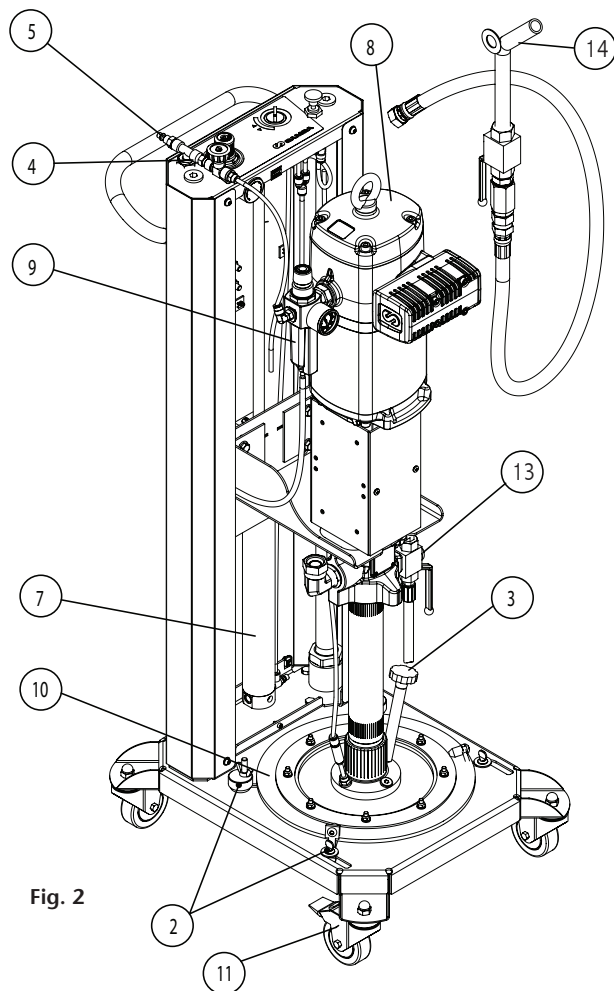
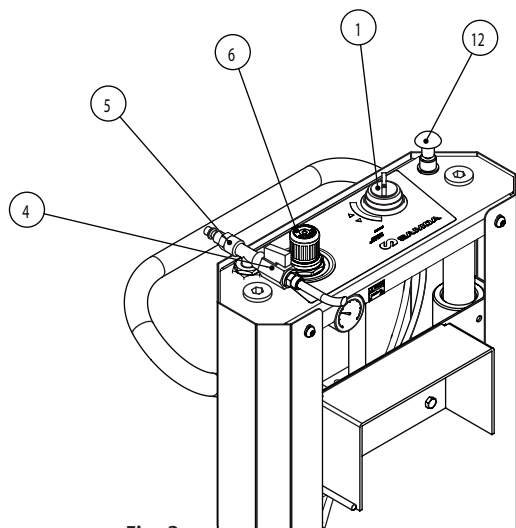

Fig. 2
Fig. 3
Uma vez verifique que o seu equipamento contém todos estes elementos (Fig. 2) conecte-o a uma entrada de ar comprimido de 10 bar como máximo através da entrada de ar ao indutor (5). Regule a pressão de entrada do elevador a 5-6 bar mediante o regulador (6) (Fig. 3).